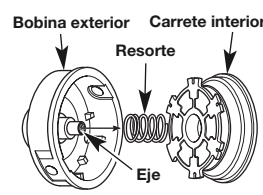

Fig. 14
3. Saque el carrete interior de la bobina exterior (Fig. 14).
4. Saque el resorte del carrete interior (Fig. 14).